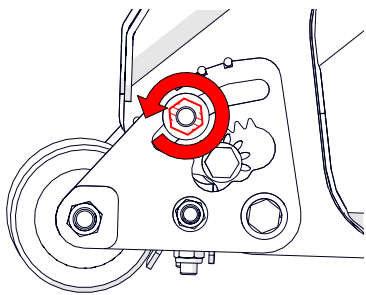

Fig. 9D - Allentare il dado del morsetto superiore del quadrante del rullo
6. Allentare il dado del morsetto superiore del quadrante del rullo [chiave da 19 mm] (Fig. 9D). Ripetere sul quadrante del lato opposto.